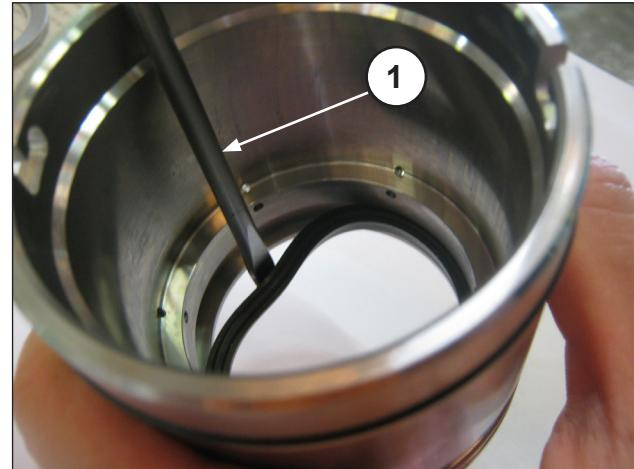

Abb. 164
Zur Abnahme der ND-Dichtung müssen Sie eine Fühlerlehre oder ein ähnliches Werkzeug verwenden, das den Sitz des Dichtungshalters nicht beschädigt (Pos. ①, Abb. 164).